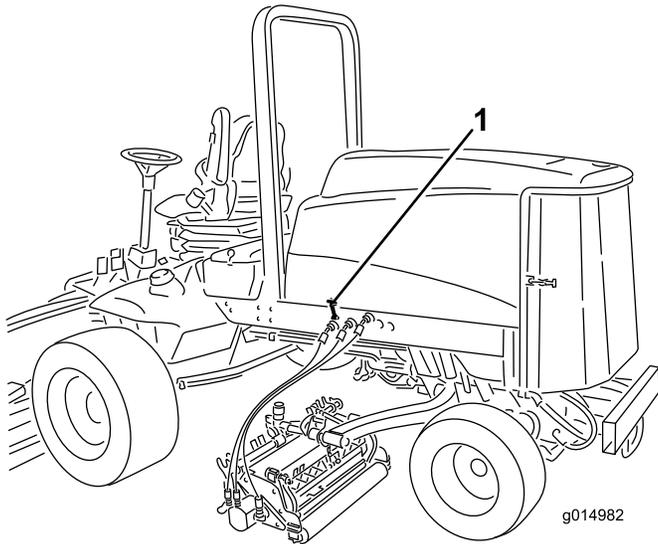

Bild 31
2. Lösen Sie die Motorhaubenriegel und öffnen Sie die Motorhaube (Bild 31).